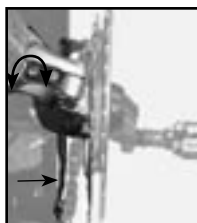

Figure 3.26 - La vis de fin de course intérieure affecte le petit braquet
3. Tournez la vis de réglage de petit braquet (indiqué par un « L », figure 3.26) jusqu'à ce que le guide intérieur de la chaîne du dérailleur se trouve à environ 0,5 mm de la chaîne.